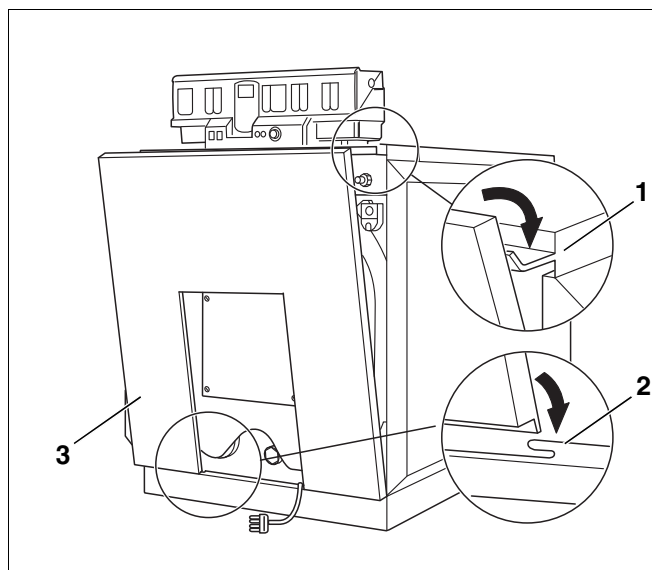

Fig. 41 Montage – panneau avant
- Accrocher le panneau avant (fig. 41, [3]) en bas au milieu dans le cache du socle (fig. 41, [2]).
- Accrocher le panneau avant en haut dans le rebord du capot avant (fig. 41, [1]).